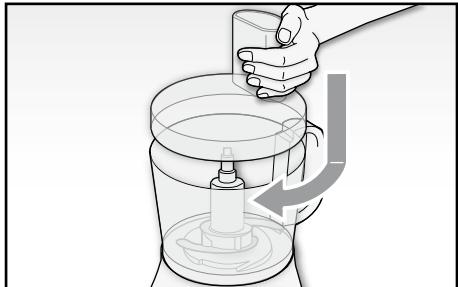

Fig. 6
- Inserire il coperchio (O) sopra la ciotola (P) allineando la tacca presente all'interno della ciotola (P) col simbolo (). Bloccare il coperchio (O) a scatto ruotandolo in senso orario () (Fig. 6).